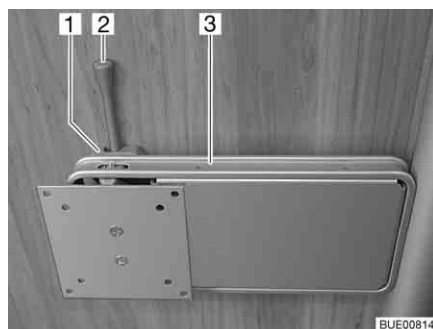

Bild 43 Fäste på pelare
- Tryck låsspaken (Bild 43,2) åt sidan och sväng fästet (Bild 43,3) med den platta bildskärmen till önskat läge.
- Vrid tillbaka den platta bildskärmen tills fästet (Bild 43,3) hakar fast i låset (Bild 43,1).